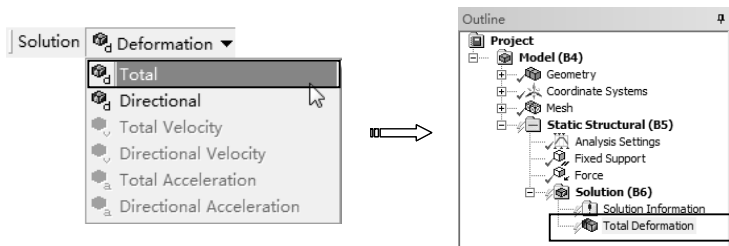

图 8-32 添加变形求解项
- 2) 求解变形。单击【Solution】工具栏上的【Deformation】|【Total】命令，此时在分析树中插入【Total Deformation】项，如图 8-32 所示。